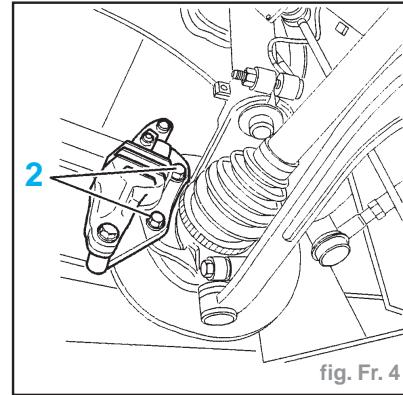

fig. Fr. 4
- Récupérer le cavalier (1).
- l'étanchéité autour du piston (3)
- le bon état et l'ajustement parfait du capuchon (4) et des soufflets de protection (5)
- les vis (2) du support d'étrier (fig. Fr. 4)